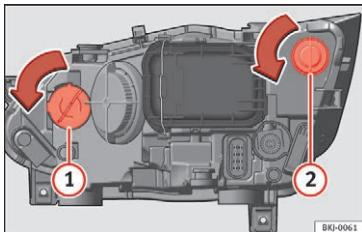

Fig. 112 I motorrummet: blinklyspære ① og dagskørelyspære ②
- Drej pæreholderen »» **Fig. 112** ① eller ② mod venstre, og træk i den.